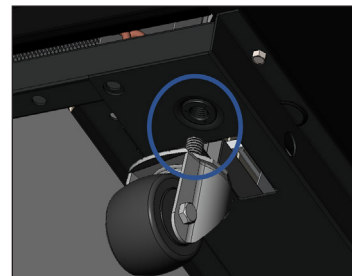

Abb. 6. Die Befestigungsschrauben der Rollen lösen.
1. Die Rollenschraube so weit lösen, dass die mitgelieferten Rollenunterlegscheiben zwischen das Rollenlager und die untere Schiene der Vitrine zu schieben ist. Siehe Abb. 6.